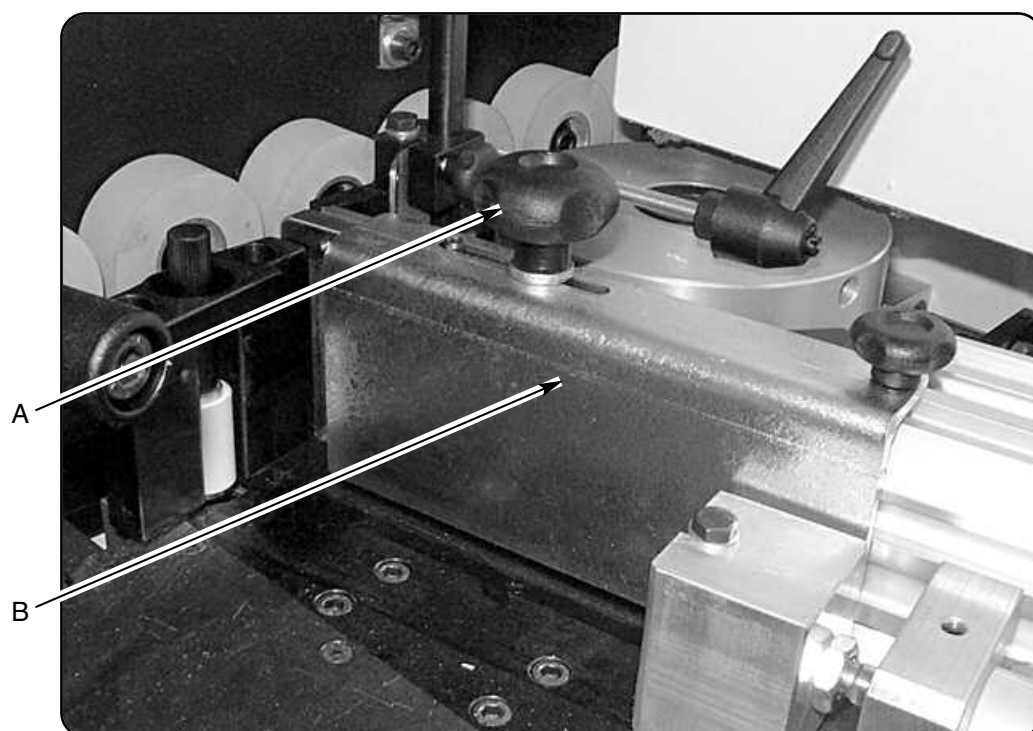

fig. 3.4.2
- completely unscrew knob A fig. 3.4.2, take away the edge passage filter B fig. 3.4.2